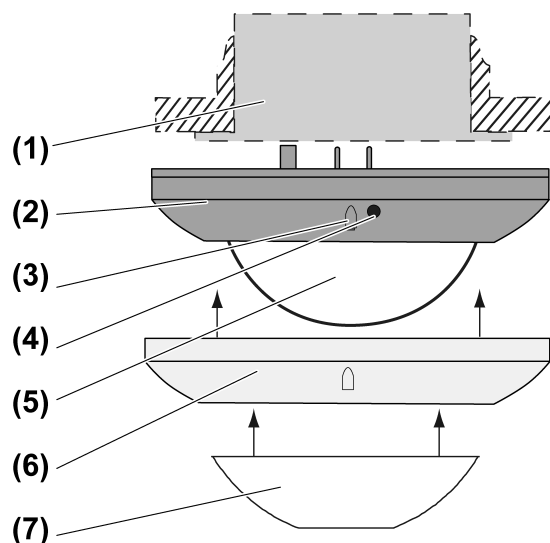

Imagen 1: Estructura del aparato
- Activar el modo de emparejamiento: pulsar la tecla **Bluetooth** ⌘ (4) (Imagen 1) durante más de 4 segundos.